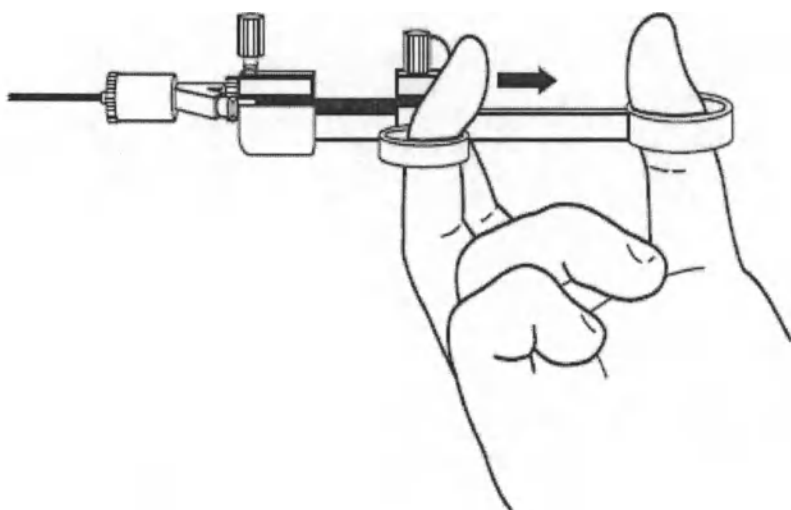

Fig. 3
2. Для отклонения проводника и катетера, вставьте пальцы в соответствующие кольца и медленно, но крепко удерживая их, потяните. (Рис. 3)